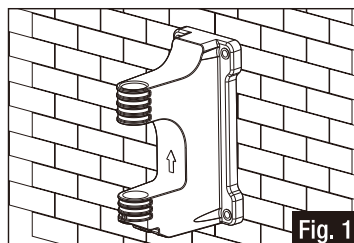

Fig. 1
2. Utilisez le support de montage mural pour marquer les quatre positions de trous sur le mur à l'aide d'un crayon de menuisier (fig.1).